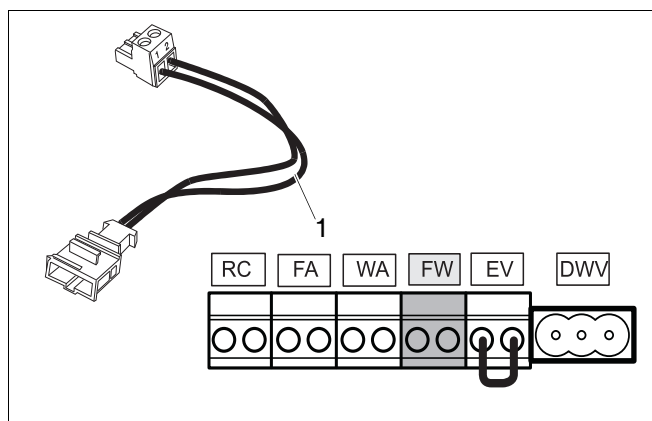

Fig. 29 Morsettiera - Sonda temperatura acqua calda (collegamento colore grigio)
- Collegare la sonda di temperatura acqua calda al morsetto grigio FW (fig. 29). Per procedere in tal senso, utilizzare il cavo adattatore fornito in dotazione alla sonda di temperatura acqua calda (fig. 29, pos. 1).